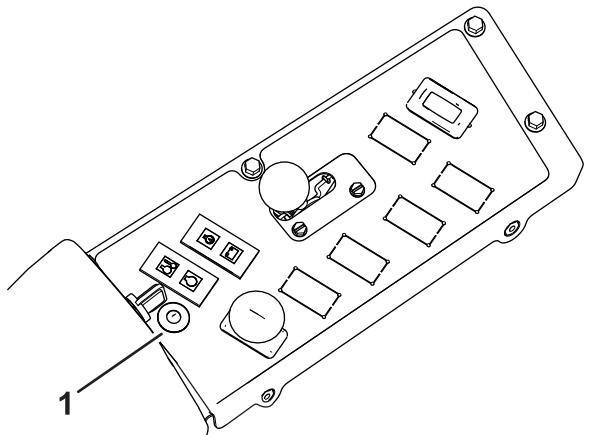

Figure 11
A. Diode de la console (Figure 11) :
- i. La diode (Figure 11) clignote pendant l'étalonnage du capteur.
La diode et l'alarme indiquent l'importance de l'inclinaison (Figure 11) :